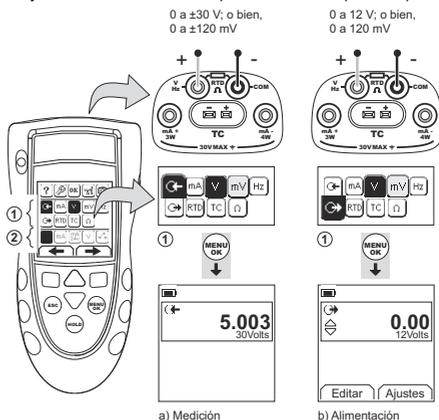
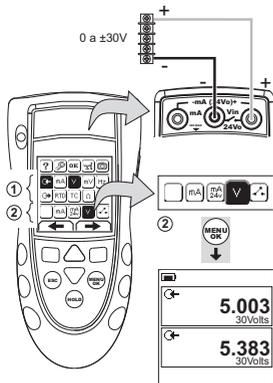

Figura 4: Ejemplo de configuración: Medición/alimentación de voltios o mA (Área ①)
Figura 5: Ejemplo de configuración: Medición de voltios (función dual, área ②)
1. Conecte el instrumento (Figura 4 y Figura 5) y, si es necesario, ajuste la opción Configurar (Tabla 1).